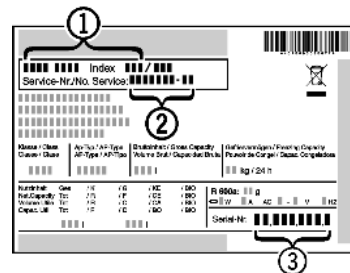

Fig. 54
▶ Считать обозначение устройства *Fig. 54 (1)*, сервисный номер *Fig. 54 (2)* и серийный номер *Fig. 54 (3)* с заводской таблички. Заводская табличка находится внутри устройства слева.